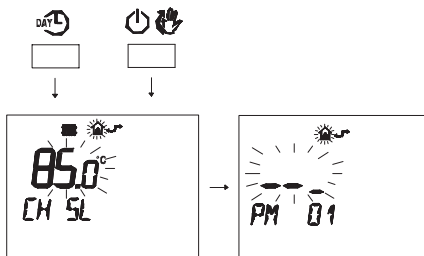

Fig. 5.90
- Premere contemporaneamente i pulsanti **DAY** e **IP** per entrare nella programmazione trasparente (Fig. 5.90).